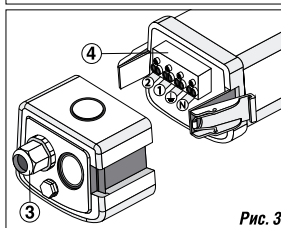

Рис. 3
- Введите сетевой кабель через гермоввод ③, установленный на торцевой крышке светильника, и подключите к клеммной колодке ④ в соответствии с указанной маркировкой клемм N, 1, 2, как показано на Рис. 3. Клемма 2 предназначена для реализации вкл/выкл светильника.
- Прикрепите торцевую крышку ① к корпусу светильника при помощи клипс ②. Убедитесь, что клипсы плотно прилегают к крышке.